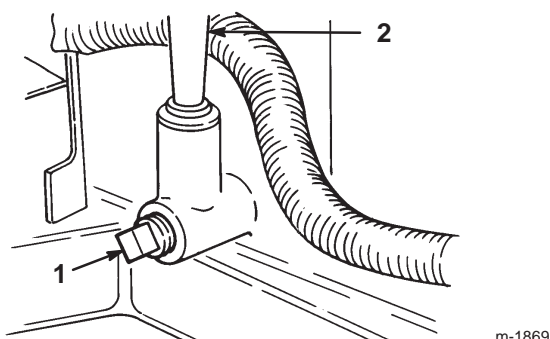

Bild 14
9. Stellen Sie eine Auffangschale unter den Ölpeilstab/den Einfüllstutzen und entfernen die Ablassschraube (Bild 14).